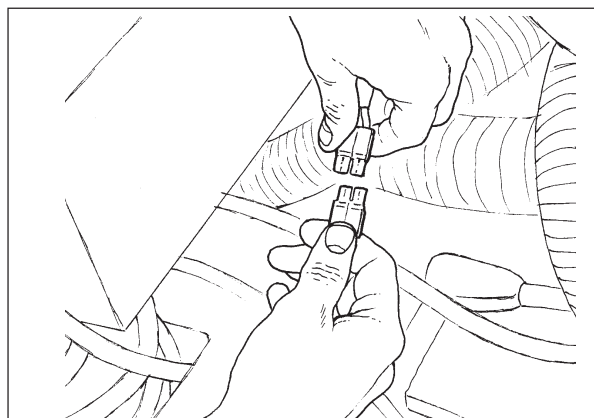

Figure 9
5. Déconnectez le connecteur électrique bleu de flottaison (Voir Figure 9).
15. Reconnectez le connecteur bleu de flottaison (Voir figure 9, page 12).